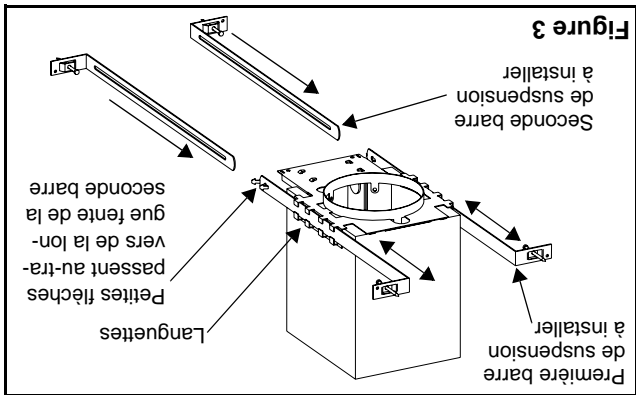

Figure 3
- a. Glisser les barres de suspension entre les languettes du boîtier (voir fig. 3). De chaque côté, d'abord insérer la barre comportant deux petites flèches à son extrémité, faisant face vers l'extérieur. Ensuite, glisser la barre avec une longue fente par-dessus la première, laissant passer les petites flèches au travers de la longue fente. Placer le